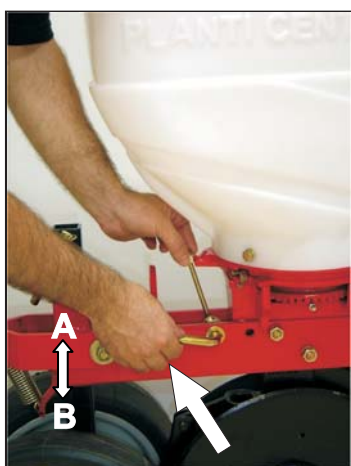

Fig. 21
1. Destrave o reservatório de semente, puxando a trava para cima direção (A). - **Fig. 21**
Obs. Para travar o conjunto acople o pino cilíndrico da base da caixa no encaixe e movimente a alavanca para a direção (B). - **Fig. 21**